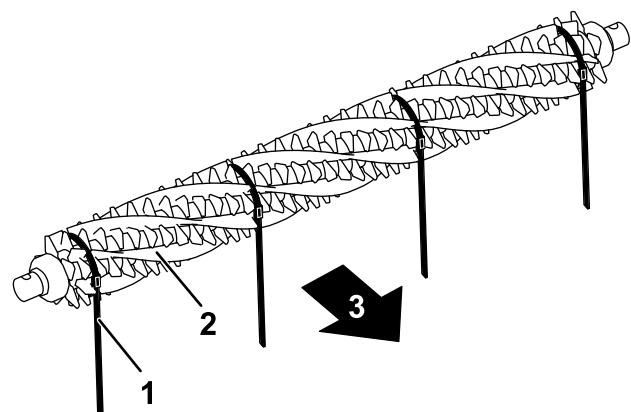

图16
3. 从疏草刀滚刀的一侧, 将刷子滑入整个疏草刀滚刀上的每条凹槽 (图16)。
重要事项： 箍带必须以主要旋转方向，绕着疏草刀刀片和刷子组件缠绕。图16 中所示为用于正向旋转安装的箍带。